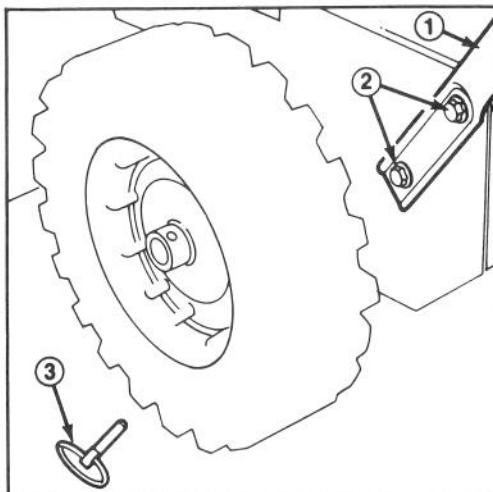

Abbildung 1
2. Den linken Griffholm gegen die Seite der Schneefräse halten, die Montierlöcher des Griffis mit den Löchern auf der Seitenplatte zur Deckung bringen und von Hand mittels zweier Kopfschrauben und Sicherungsscheiben befestigen (Abb. 1). Für die rechte Seite in gleicher Weise vorgehen. Dabei beachten, daß die Griffe auf gleicher Höhe (parallel) sind, bevor sie beidseitig an der Fräse festgezogen werden.